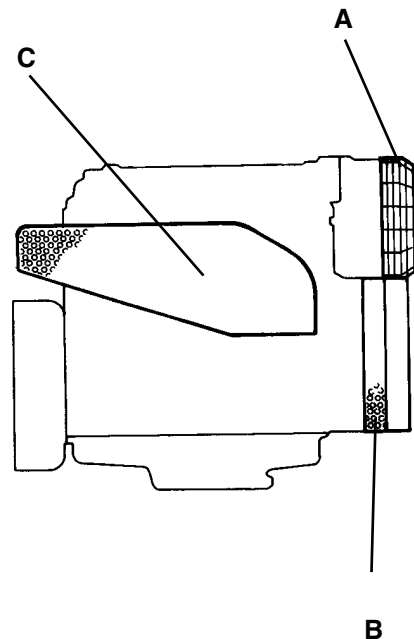

Fig. 1.3 - Abb. 1.3
1.3.2 Dispositivi di sicurezza (fig. 1.3)
1.3.2 Dispositifs de sécurité (fig. 1.3)
1.3.2 Safety devices (fig.1.3)
1.3.2 Vorrichtungen zur Unfallverhütung (Abb. 1.3)
1.3.2 Dispositivos de seguridad (fig. 1.3)